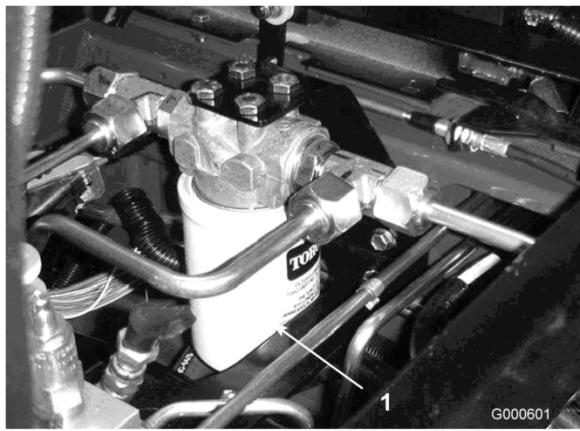
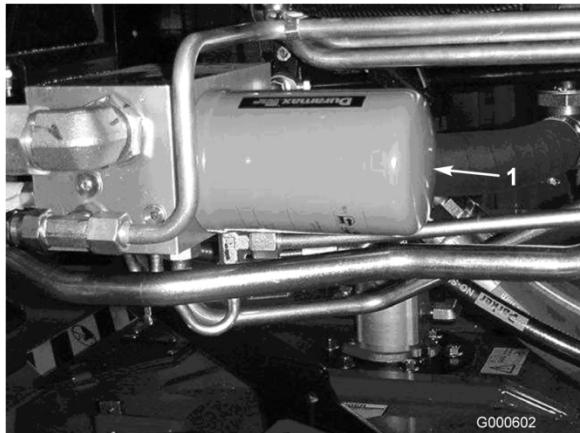

Figura 53
Figura 54
- Limpe a zona de montagem do filtro. Coloque um recipiente de escoamento debaixo do filtro e retire o filtro (Figura 53 e Figura 54).